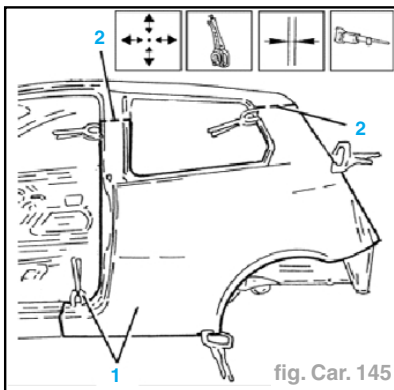

fig. Car. 145
- Positionner la pièce sur la coque, vérifier l'alignement et la fixer au moyen des pinces autobloquantes (1) (fig. Car. 145).